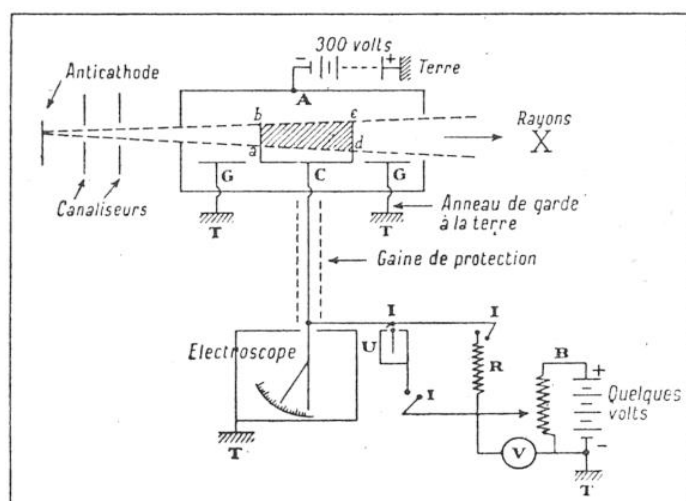

FIG. 11. — LA MESURE DE L'ÉNERGIE D'UN FAISCEAU DE RAYONS X
La figure 11 représente un tel dispositif. La chambre d'ionisation est portée à un potentiel négatif de quelques centaines de volts. Ceci a pour
Cette énergie est rapportée à une unité universellement adoptée, le Roentgen (1) ou r international. Pour contrôler les mesures, il est bon d'avoir à sa disposition dans le système compensateur B (figure 11) une source constante de rayons ionisants constituée par un tube scellé d'uranium. Cette source, étalonnée par ailleurs, servira de
(1) C'est la quantité de rayons X qui, lorsque tous les électrons secondaires sont utilisés et que la radiation diffusée est évitée, produit dans un centimètre cube — à la température et pression normales — un degré de conductibilité qui donne une unité électrostatique, lorsque cette charge est mesurée dans des conditions de saturation.